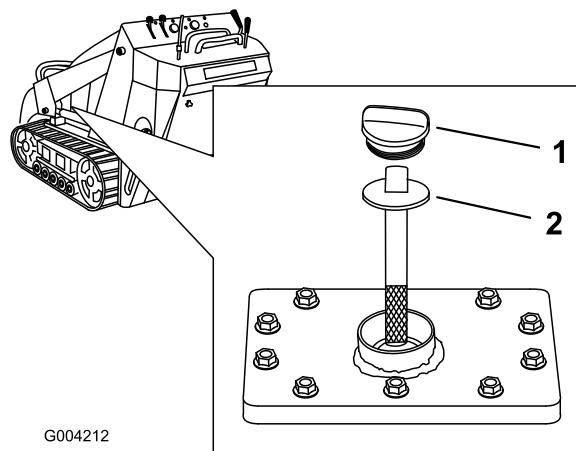

Figure 53
5. Enlevez le bouchon et la jauge du réservoir hydraulique (Figure 53).